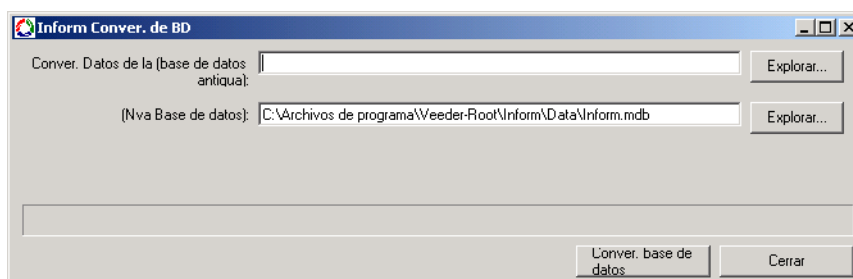

Figura 2. Cuadro de diálogo de conversor del banco de datos de Inform
2. Se desplegará el cuadro de diálogo **Conversor del Banco de Datos Inform** (sírvese remitirse a la Figura 2.)